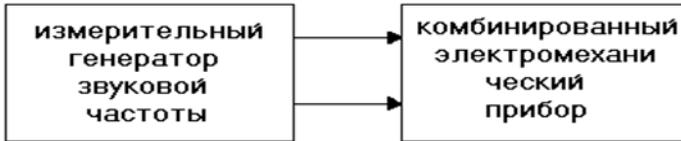

Рис. 1.2
Для измерения переменного напряжения собирается структурная схема (рис. 1.2).
1.20. Подсоединить комбинированный измерительный прибор к не включенному генератору частоты согласно рис. 1.2.